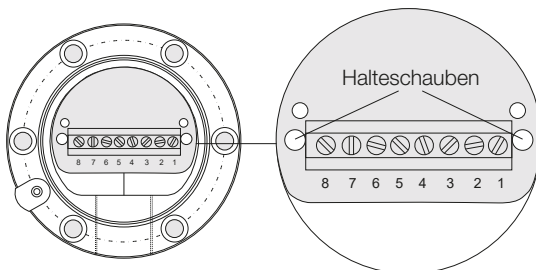

Bild 4-6: Typisches Gehäuse mit Anschlussklemmenbaugruppe, Pinbelegung
4. Die zwei Halteschrauben (siehe Bild 4-6) des Elektronikmoduls entfernen.